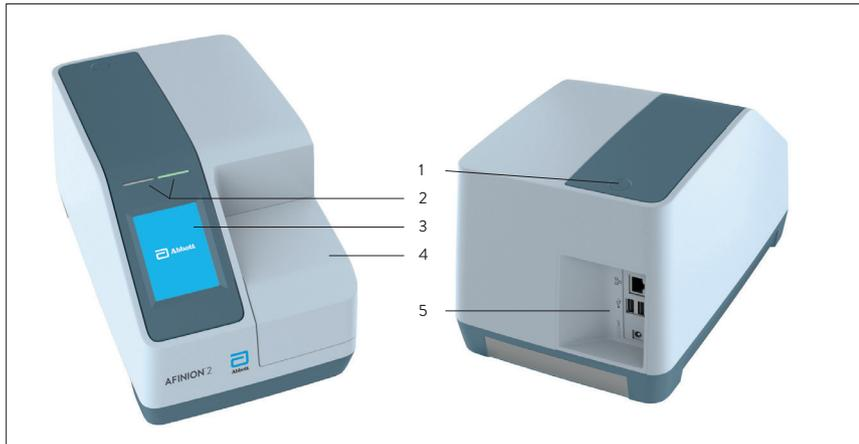

Abbildung 1
Abbildung 1 zeigt die wichtigsten Teile des Analysegeräts Afinion 2.
- 1**  Schalten Sie durch Drücken des EIN-/AUS-Schalter das Analysegerät ein (Abbildung 1). Es wird ein automatisches Startprogramm aktiviert. Bitte warten Sie.
Schalten Sie durch Drücken des EIN-/AUS-Schalter das Analysegerät aus (Abbildung 1). Am Ende des Arbeitstags sollte das Analysegerät ausgeschaltet werden.